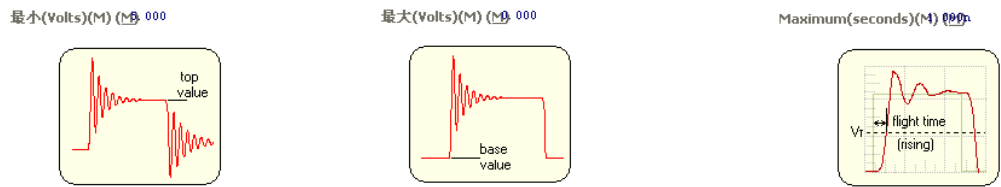

图 9-39 信号高电平约束规则 图 9-40 信号基准约束规则规则 图 9-41 上升沿的上升时间约束
- “Signal Top Value (信号高电平约束规则)”：用于设置高电平最小值。如图 9-39 所示为该设置示意图。